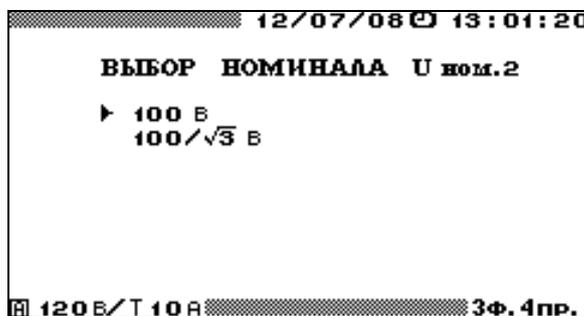

Рисунок 4.5.4 Окно выбора номинального напряжения вторичных обмоток эталонного и поверяемого ТН
**Внимание!** Перед началом поверки обязательно необходимо установить значение номинального напряжения вторичных обмоток эталонного и поверяемого ТН. Для этого необходимо войти в режим Выбора номинала (рисунок 4.5.4) и выбрать требуемое значение.